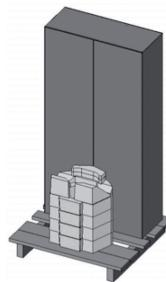

FIG. 2 – IMBALLO REFRATTARIO E SCATOLA CON FIANCHI E TOP
- Un bancale contenente le parti in refrattario Fig.2.